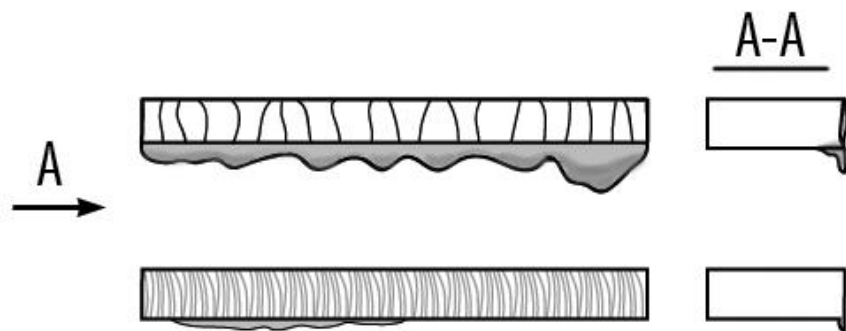

Рис. 8.2. Влияние силы тока и скорости реза.
- **Сила тока и скорость реза (См. рис. 8.2).**